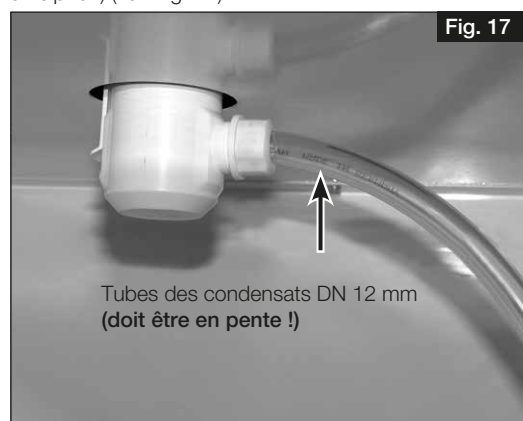

Fig. 17
6. Raccorder le tube des condensats (longueur max. 1,5 m) au système d'évacuation des eaux usées du bâtiment (à un siphon) (voir Fig. 17).